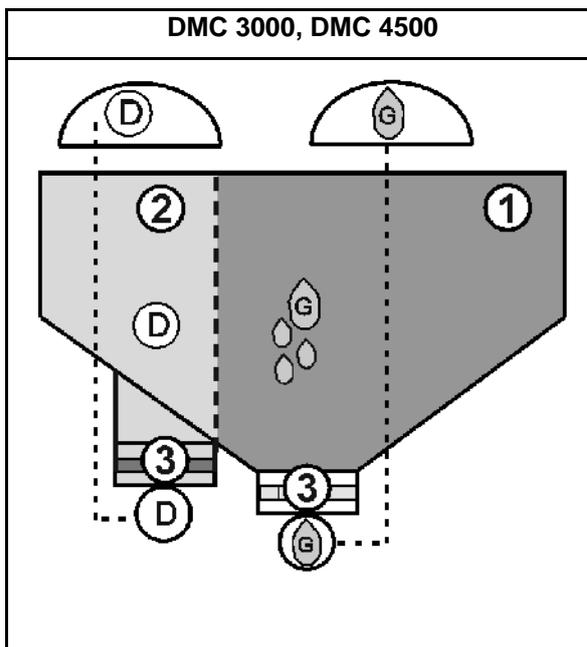
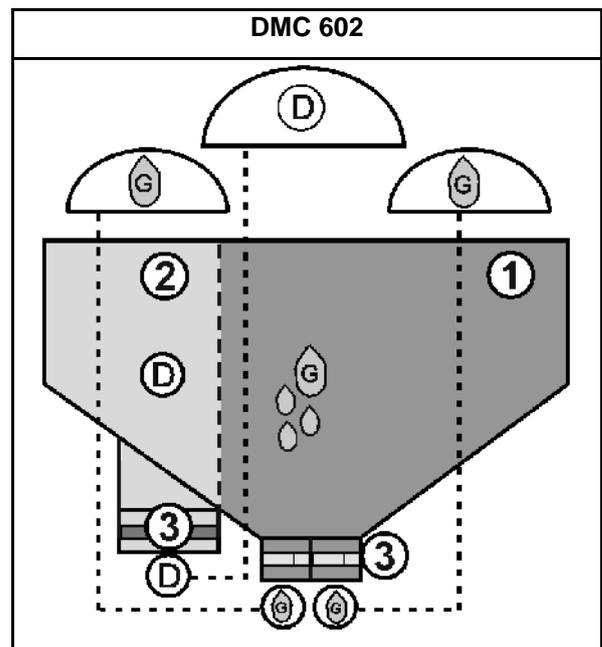

Fig. 30
Fig. 31
- Équiper le doseur (Fig. 30/3, Fig. 31/3) d'un tambour de dosage pour engrais.